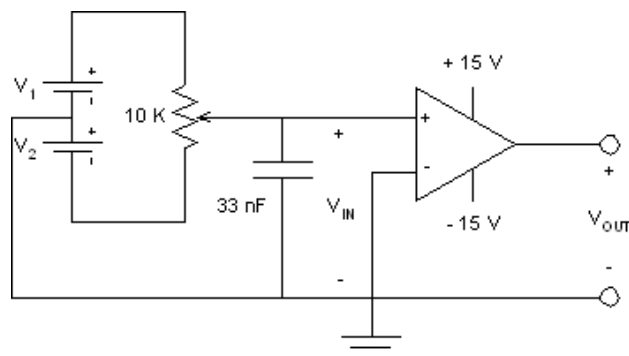
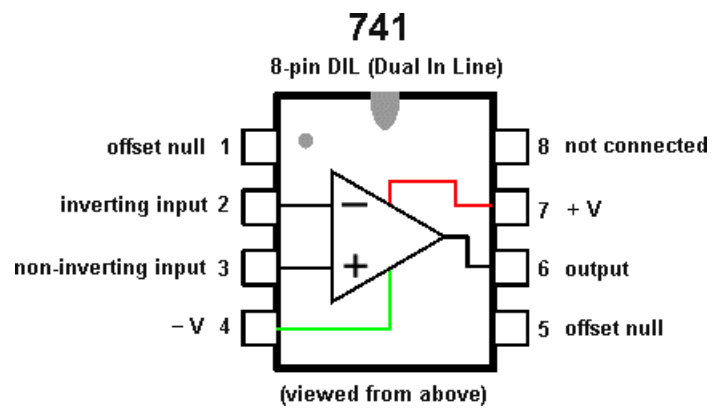

Figura 6.5: Circuito para determinação da característica de Transferência DC do Amplificador Operacional.
Figura 6.7: Pinagem dos Amplificadores Operacionais LM741 e TL071.
1. Monte o circuito da Figura 6.5. A pinagem do circuito integrado a ser utilizado encontra-se no final desta prática (Figura 6.7).